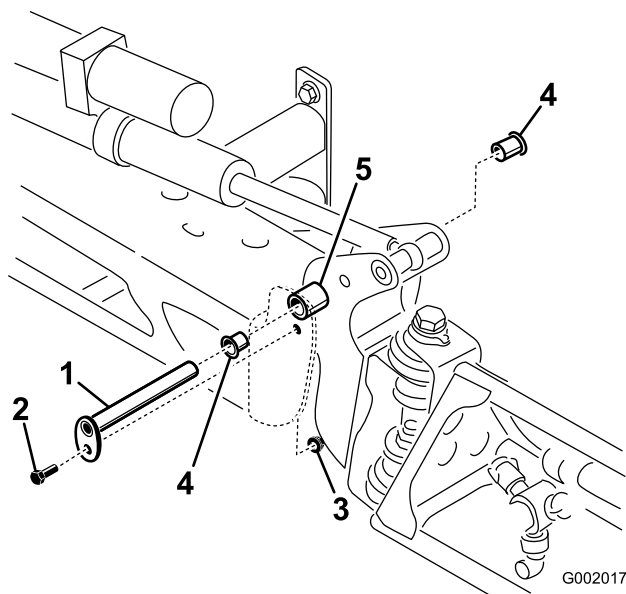

Figure 60
3. Lorsque le poids de la rampe est supporté, retirez le boulon et l'écrou de fixation de l'axe de pivot à l'ensemble rampe (Figure 60). Retirez l'axe de pivot.
5. Déposez et examinez les bagues en nylon à l'avant et à l'arrière du support de pivot (Figure 60). Remplacez les bagues défectueuses.
7. Montez l'ensemble rampe et support de pivot dans le bâti central en alignant les ouvertures (Figure 60).